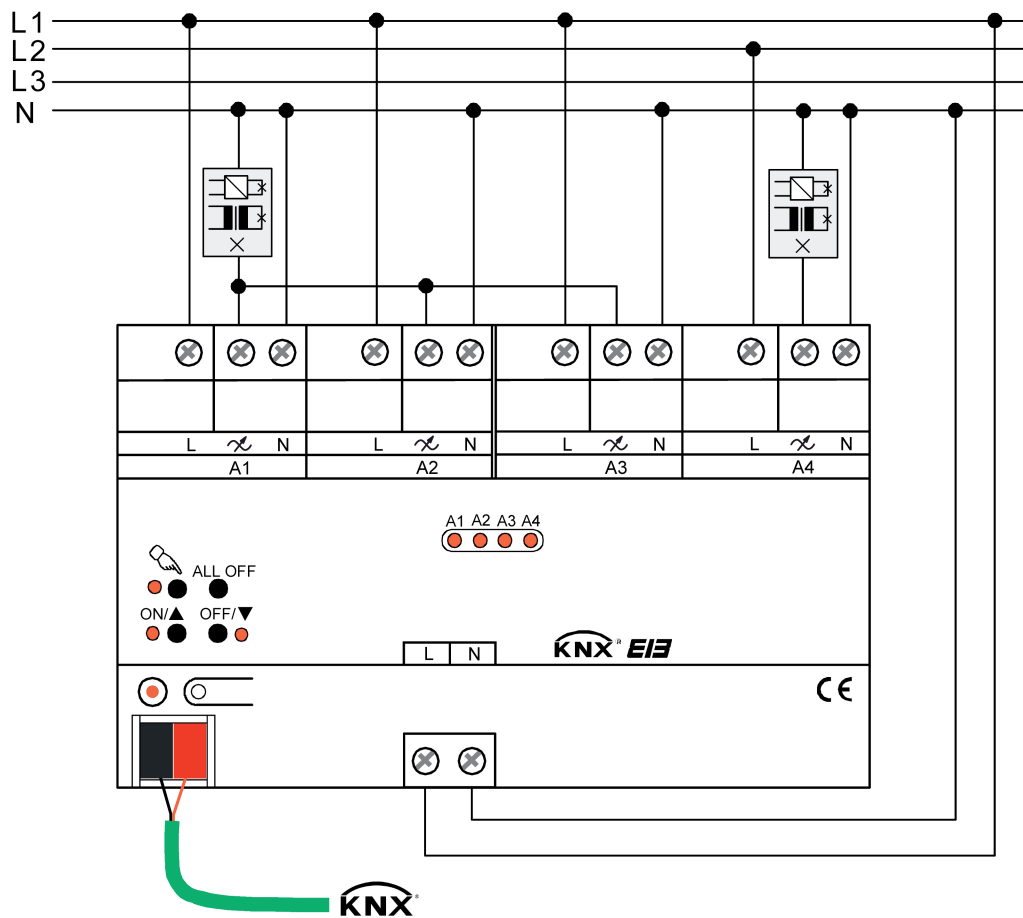

Bild 5: Elektrischer Anschluss bei Parallelverdrahtung von Ausgängen (Beispiel)
- Die parallele Verdrahtung der entsprechenden Ausgänge gemäß Anschluss-Bild (Bild 5) vornehmen.